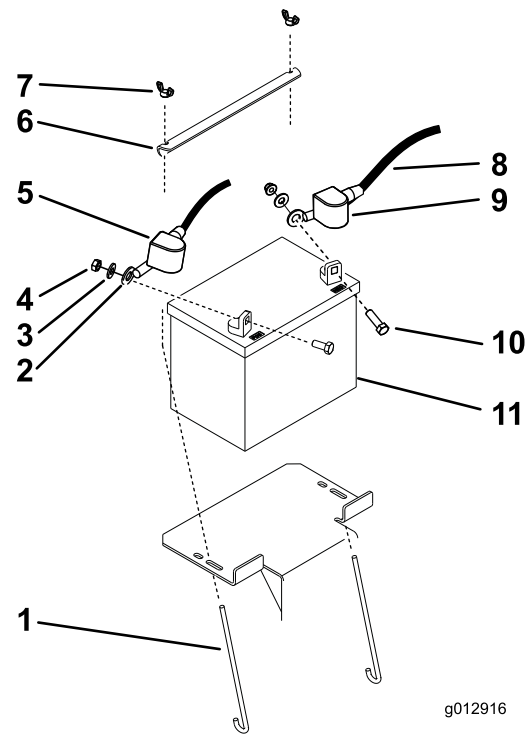

Figure 34
3. Enlevez le capuchon en caoutchouc noir qui protège le câble négatif et débranchez le câble négatif de la batterie de la borne négative (-) (Figure 34).
4. Enlevez le capuchon rouge de la borne positive (+) de la batterie et débranchez le câble positif (Figure 34).
5. Déposez la plaque de maintien de la batterie et enlevez la batterie (Figure 34).
1. Placez la batterie sur la machine (Figure 34).
2. Fixez la batterie avec la barrette de maintien, les boulons en J et les contre-écrous (Figure 34).
3. Reliez le câble positif (rouge) à la borne positive (+) de la batterie au moyen d'un écrou, d'une rondelle et d'un boulon (Figure 34).
5. Reliez ensuite le câble négatif et le câble de masse à la borne négative (-) de la batterie avec un écrou, une rondelle et un boulon (Figure 34).